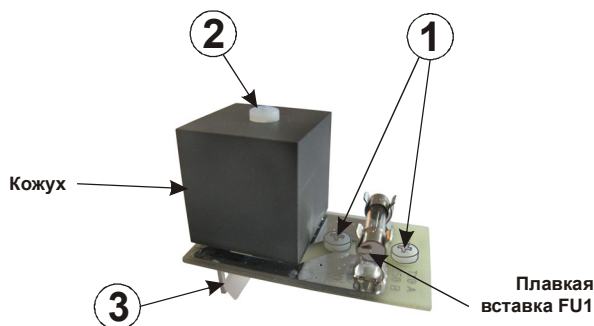

Рисунок 8 – Плата выходных варисторов
- выкрутить крепежные винты 1 (рисунок 8) платы выходных варисторов, извлечь плату из корпуса стабилизатора, предварительно отсоединив от нее разъем 3;
- выкрутить крепежный винт 2 (рисунок 8) кожуха, закрывающего варисторы, снять кожух, произвести внешний осмотр варисторов;